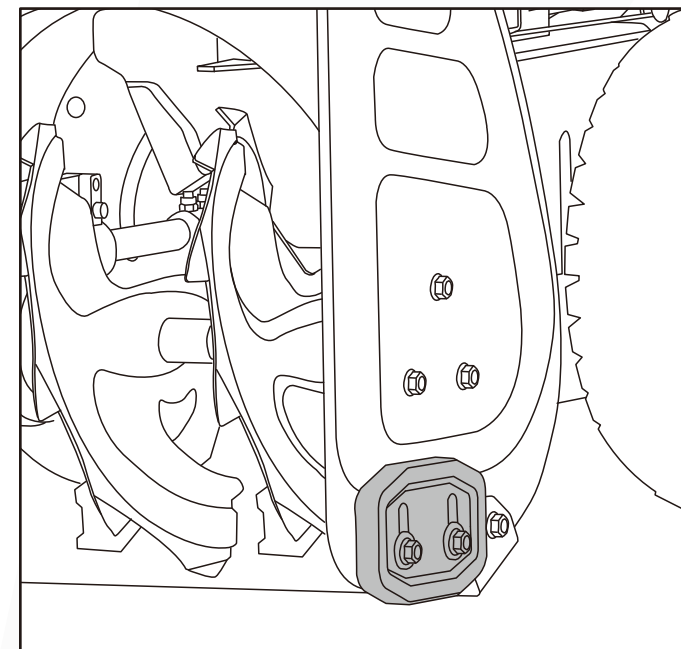

Figura 17A
- En la práctica, al viajar sobre superficies planas, es común mantener los patines en una posición más baja con el alojamiento del ánora cerca del suelo. (Figura 17A)